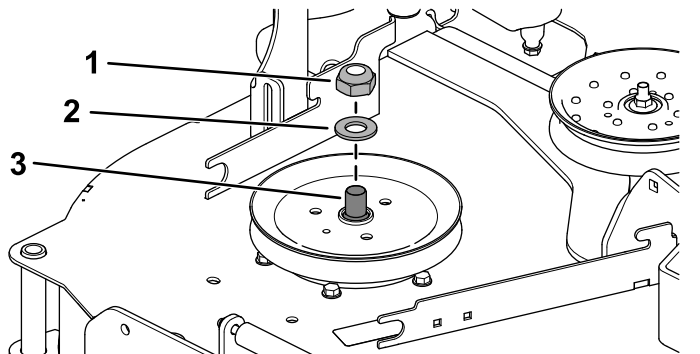

Bild 29
- Halten Sie die Spindelwelle mit einem Schraubenschlüssel (1½"), wenn Sie die Sicherungsmutter (¾") und die Scheibe von der Spindelwelle abnehmen (Bild 29).